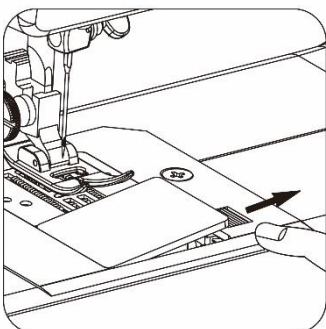

Abb. 9
- 1) Schieben Sie die Entriegelung neben der Unterfadenabdeckung nach rechts und nehmen Sie die Spulenabdeckung heraus (Abb. 9).